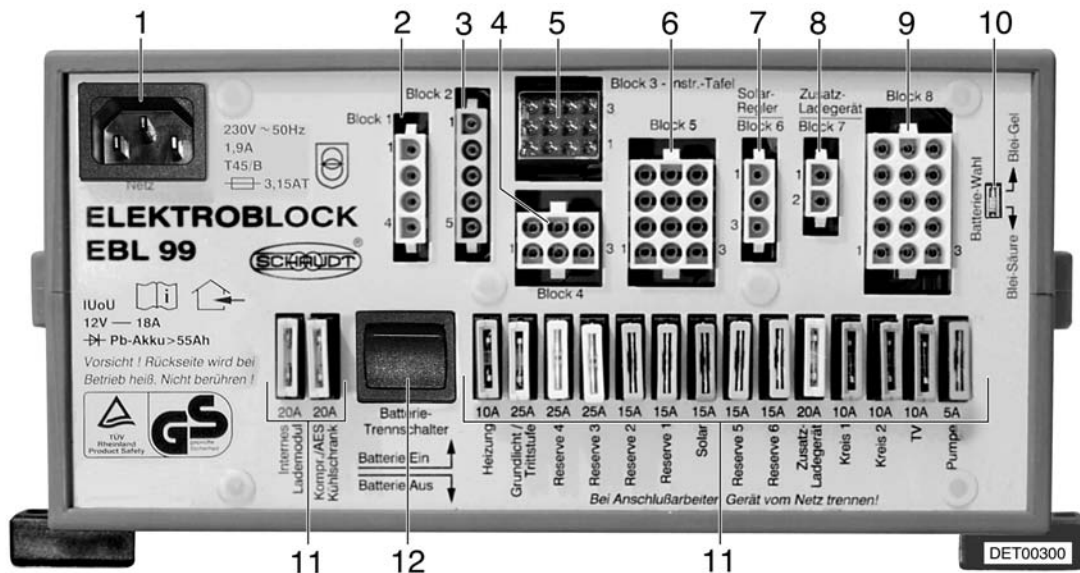
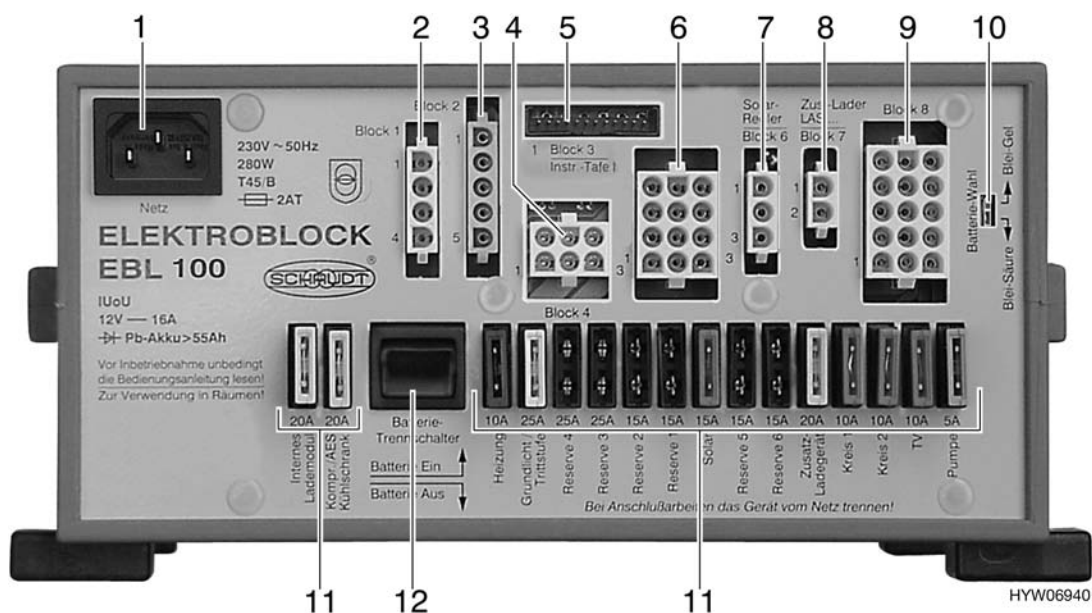
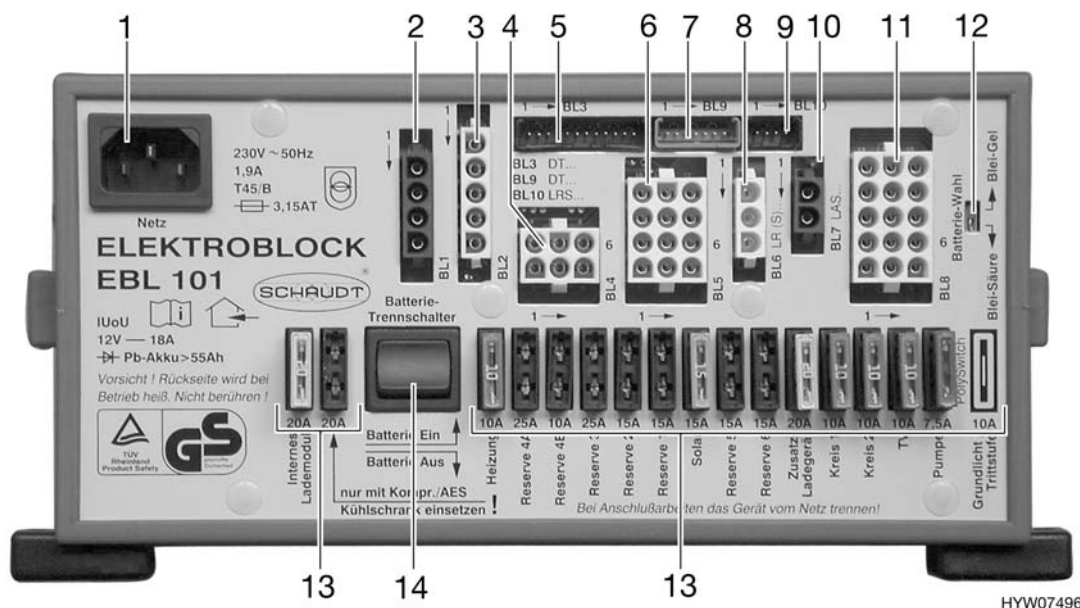

Fig. 114 Centralina elettrica EBL 99
Fig. 115 Centralina elettrica EBL 100
Fig. 116 Centralina elettrica EBL 101
L'interruttore staccabatteria (Fig. 114,12, Fig. 115,12 o Fig. 116,14) serve a disinserire tutte le utenze a 12 V dell'abitacolo, anche la valvola di sicurezza/di scarico. In tal modo si evita uno scaricamento eccessivo della batteria dell'abitacolo nei lunghi periodi di fermo del veicolo (per esempio in occasione di inattività temporanea).
- ▷ L'impostazione di stabilimento del selettore batteria (Fig. 114,10, Fig. 115,10 o Fig. 116,12) ("Piombo-Gel") non deve essere modificata.